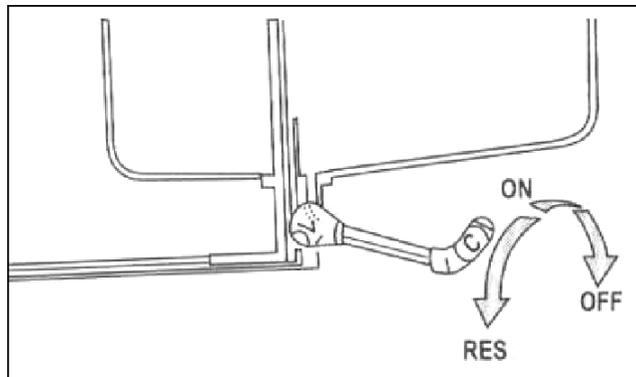

Fig. 12
**Benzinabgabesystem:** (Abb. 12) Der Benzinhahn hat drei unterschiedliche Positionen. **(OFFEN)** zur regulären Benzinabgabe aus dem Tank in den Motor. **(GESCHLOSSEN)** zum Abstellen der Benzinzufuhr und **(RESERVE)**, die im erforderlichen Fall aktiviert werden kann. Drehen Sie den Hahn in die Position RESERVE, falls das Fahrzeug aufgrund eines Benzinmangels stehen bleiben sollte und nutzen Sie damit den noch verfügbaren Liter Benzin.